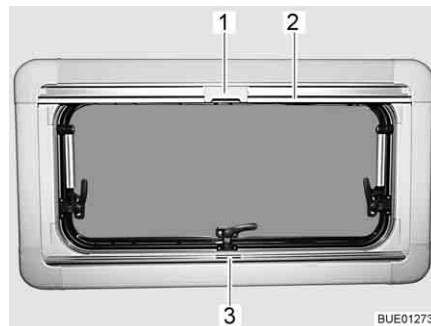

Fig. 88 Finestra apribile
- Afferrare la tendina oscurante pieghevole per la parte centrale della barra di presa (Fig. 88,3), tirarla dal basso verso l'alto e rilasciarla nella posizione desiderata. La tendina oscurante pieghevole rimane in questa posizione.
- Tirare la zanzariera a rullo accompagnandola con la barra di presa (Fig. 88,2) verso il basso, fino a quando la barra di presa non arriva a contatto con la tendina oscurante pieghevole (Fig. 88,3).
- Bloccare l'aggancio (Fig. 88,1) della zanzariera a rullo nella barra di presa della tendina oscurante pieghevole.
- Premere in alto all'indietro l'aggancio (Fig. 88,1) sulla zanzariera a rullo.
- Ricondurre lentamente la zanzariera a rullo accompagnandola con la barra di presa (Fig. 88,2).